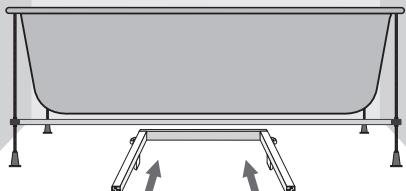

рис. 5
5. Собранную раму задвиньте под ванну (рис.5).